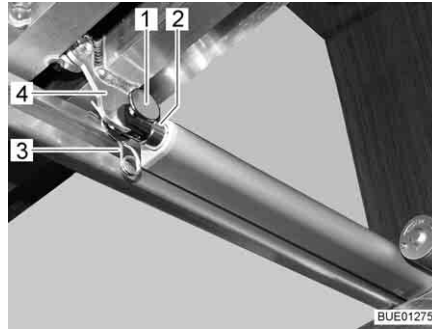

Fig. 104 Accionamiento
- Separar la unión (p. ej. perno y pasador elástico (Fig. 104,1 y 3)) entre la biela (Fig. 104,2) y el somier (Fig. 104,4).